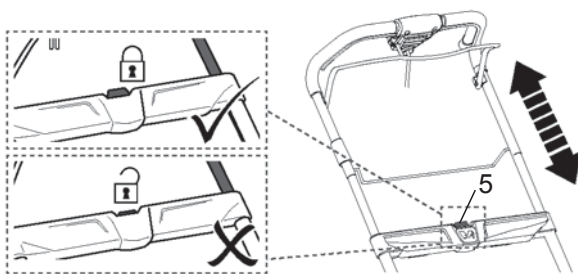

Fig.15
REMARQUE : Assurez-vous que le bouton de déverrouillage [5] s'enclenche en place après le réglage. N'utilisez pas le produit dans toute autre position intermédiaire (Fig.15).
- > Poussez la poignée supérieure [4] (Fig.15, étape 1) jusqu'à ce que vous sentiez une petite résistance. Cette action déverrouille la rotation du guidon (Fig.15, étape 2).